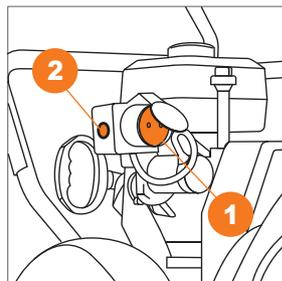

Рис. 44
- Нажмите красную кнопку запуска **2** на корпусе электрического стартера и удерживайте ее до момента запуска двигателя, не удерживайте кнопку нажатой более 5 секунд, если двигатель не запустился, отпустите кнопку, подождите 5-10 секунд и повторите процесс запуска (Рис. 44).